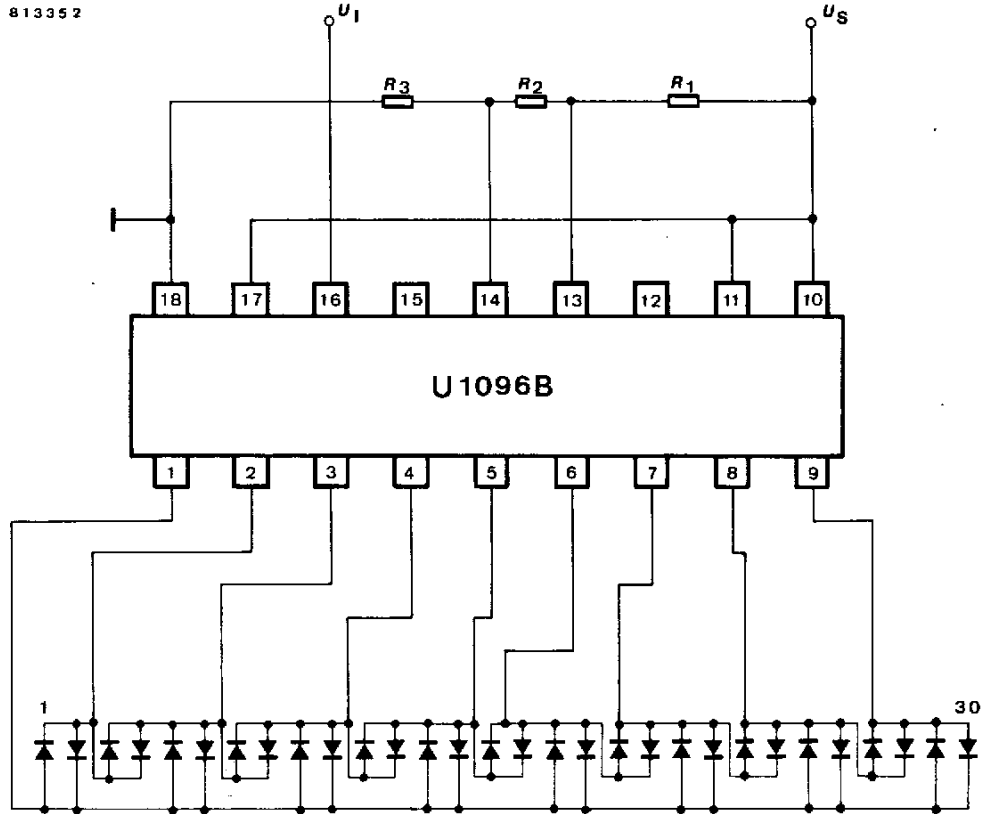

Fig. 7 30 LED-Skala mit $U_{\text{Refu}} > 0 \text{ V}$
- Fig. 7 zeigt eine 30 LED-Skala. St.u und St.o sind mit U_S verbunden, d.h. LED 1 bzw. LED 30 leuchten bei Unterschreitung bzw. Überschreitung der Referenzspannung. Der Spannungsteiler für die Referenzspannungen ist so zu dimensionieren, daß ein Querstrom von ca. 100 μA fließt. LED's z.B.: CQY 40; CQY 86; V 320 P; V 521 P; V 512 P usw.